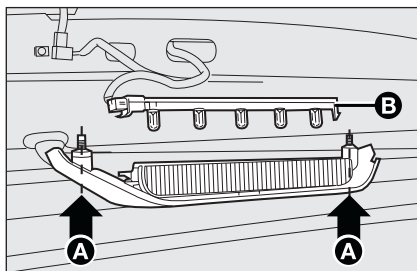

fig. 30
- ☐ dévisser les deux vis de fixation **A**-fig. 30 ;